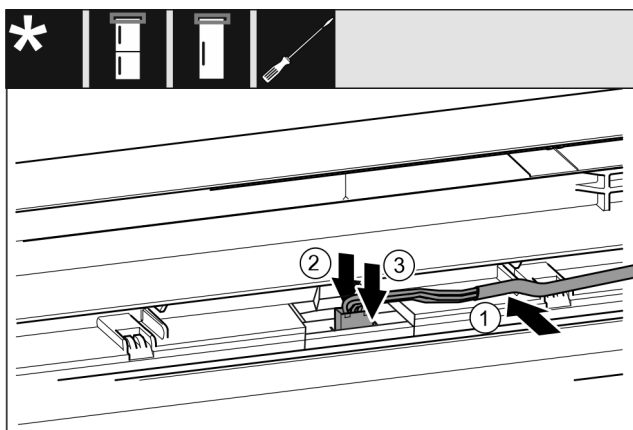

Fig. 42
- ▶ Вложите серый кабель в направляющую в верхней двери. Fig. 42 (1)
- ▶ Прижмите язычок защелки назад Fig. 42 (2)
- ▶ Зафиксируйте штекер. Fig. 42 (3)